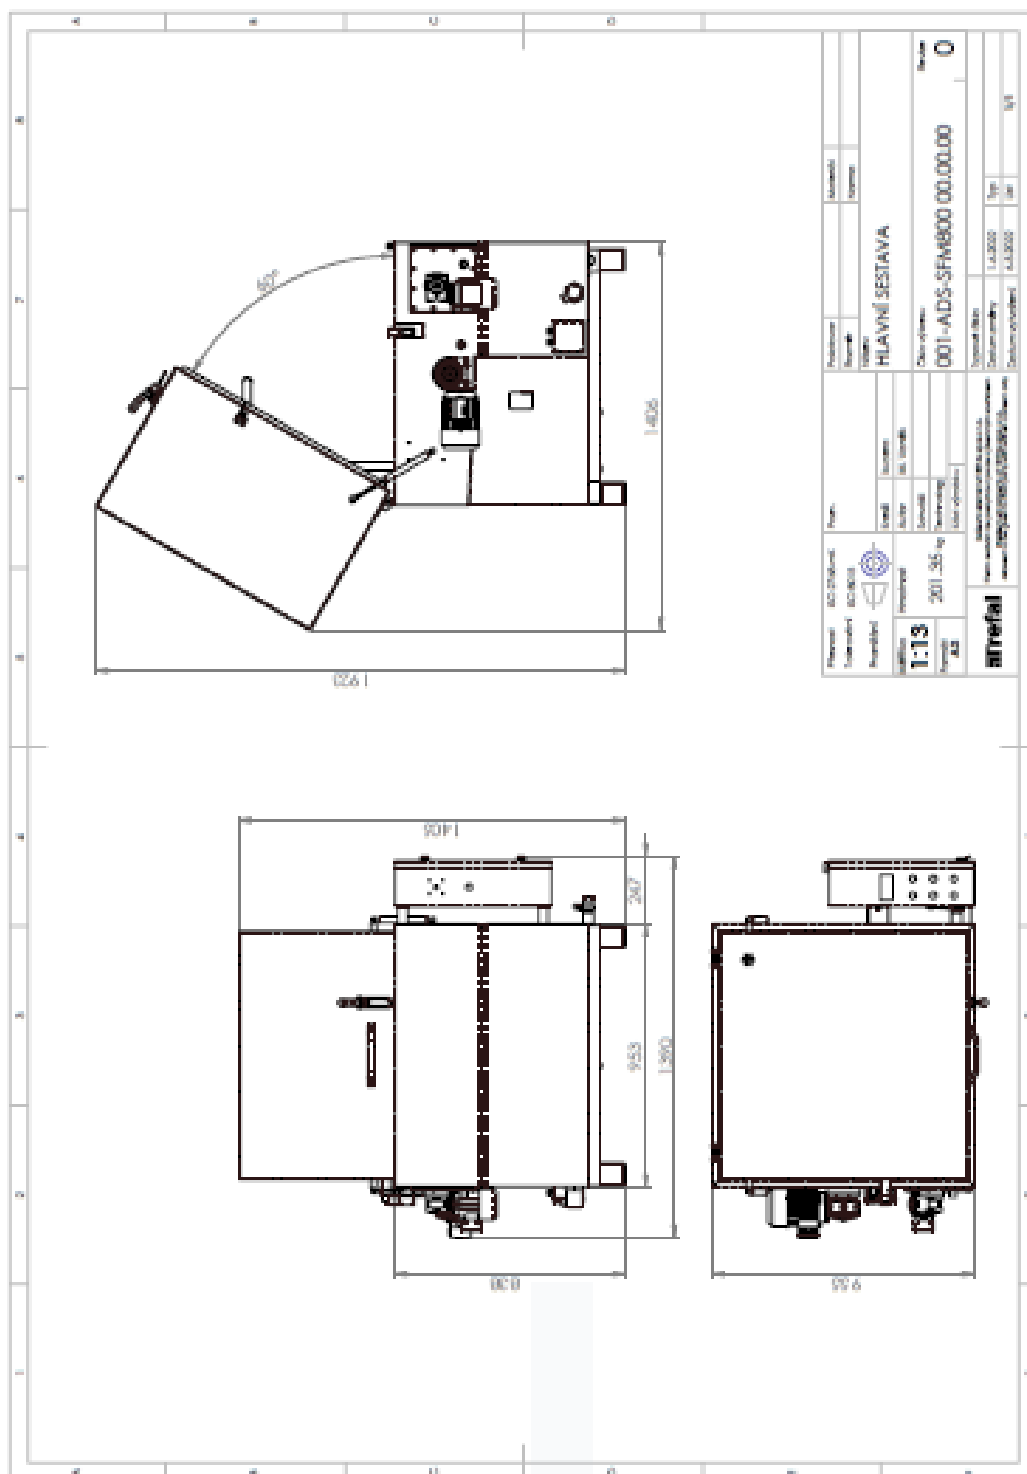

Fig. 5 Dimensões básicas da ADS 800
A vedação entre o grupo de trabalho e a tampa é conseguida com um vedante flexível da tampa colocado sobre a borda periférica do grupo de trabalho; ver Fig. 5 (pos. 3a-62).